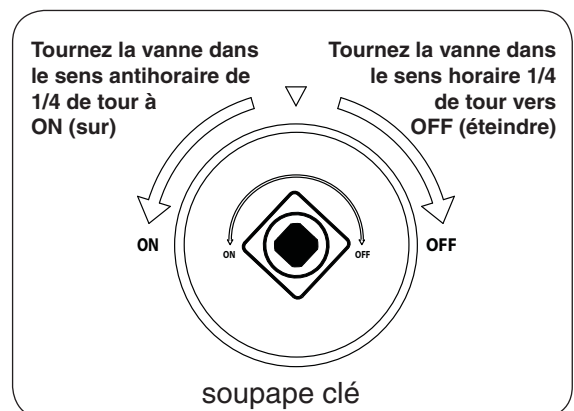

Fig. 38-2
4. **Une fois que le match est en feu et en position**, tournez la vanne clé sens anti-horaire d'un tour à la position **ON** (sur) 1/4 (voir Fig. 38-2). Votre brûleur devrait s'allumer.
Pour éteindre votre brûleur à gaz, tourner la soupape clé vers la droite d'une tour à la position **OFF** (éteindre) 1/4 (voir Fig. 38-2). Assurez-vous que la vanne clé est tournée entièrement au large pour éviter toute fuite de gaz.